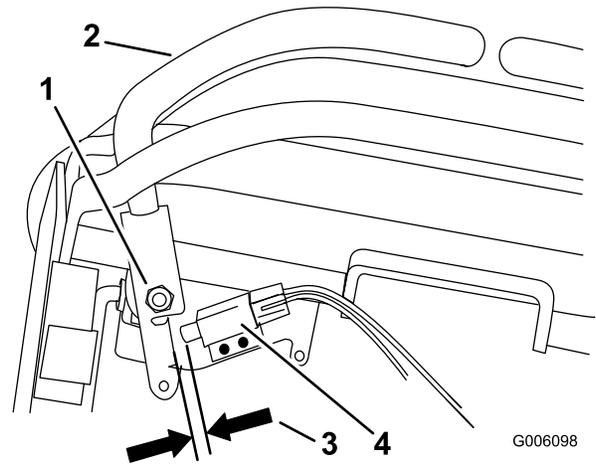

Figure 55
- Vérifiez l'écartement entre le levier de commande et l'interrupteur, comme montré à la Figure 55. L'espace doit être de 1,6 à 2,4 mm (1/16 à 3/32 po).